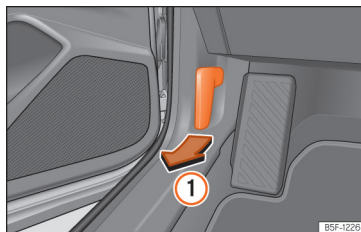

Рис. 224 З боку водія: важіль відкривання капота.
- Щоб відімкнути капот, потягніть важіль під передньою панеллю >>> **рис. 224 ①**.